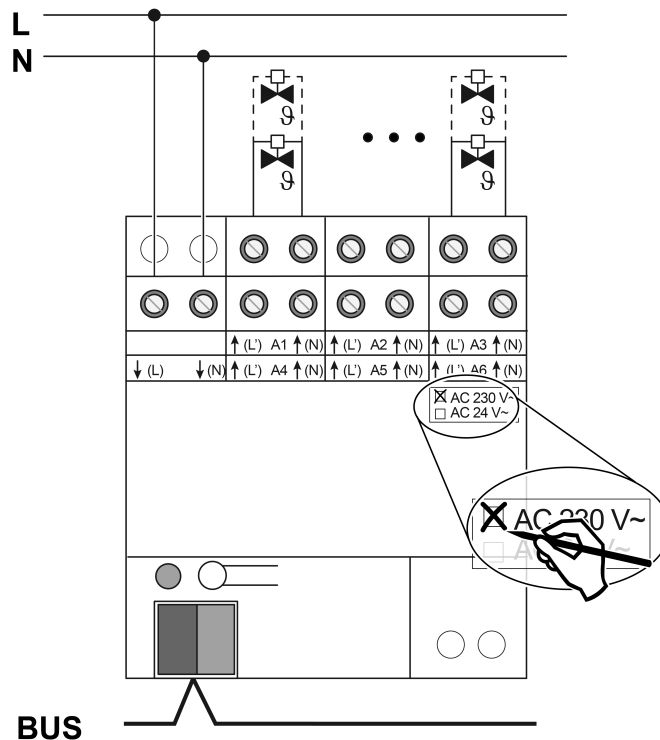

Figura 2: Collegamento attuatori 230 V
- Collegare gli attuatori AC 230 V secondo lo schema elettrico degli allacciamenti (Vedi figura 2).